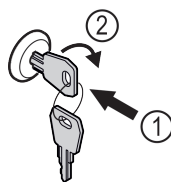

Fig. 166
- ▶ Uvucite ključ. Fig. 166 (1)
- ▶ Okrenite ključ za 90° nadesno. Fig. 166 (2)